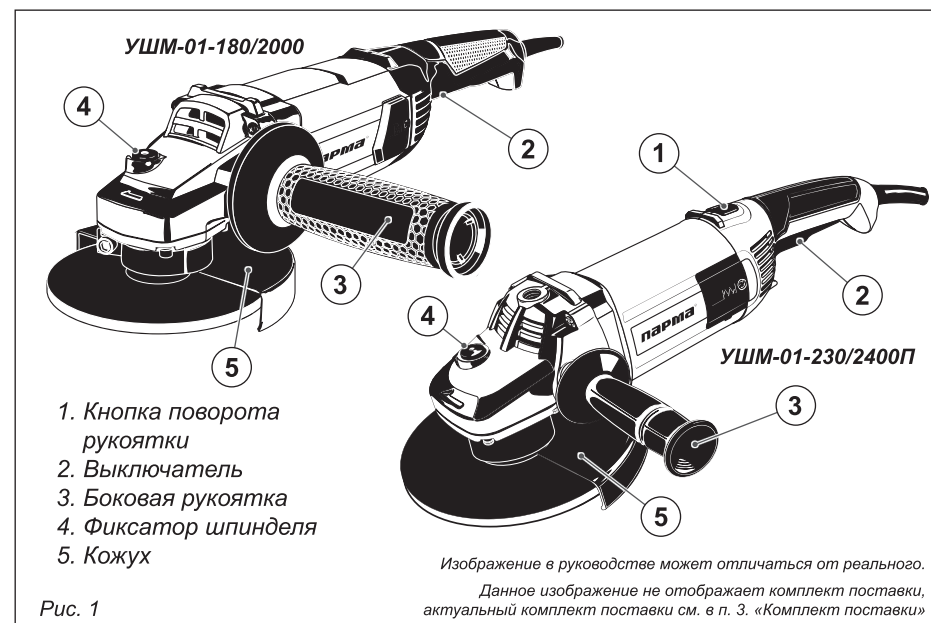

Рис. 1
4. УСТРОЙСТВО ШЛИФОВАЛЬНОЙ МАШИНЫ (рис. 1)